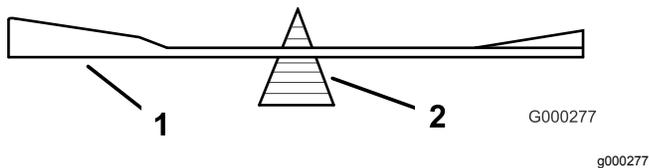

Figura 112
2. Controllate l'equilibrio della lama posizionandola su un bilanciatore (Figura 112).